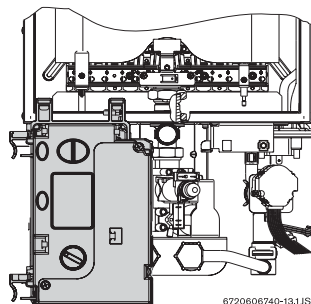

Fig. 2 Tableau électrique - position de réglage de gaz
- ▶ Une fois le tableau électrique retiré, positionnez-le conformément à la Fig. 2.